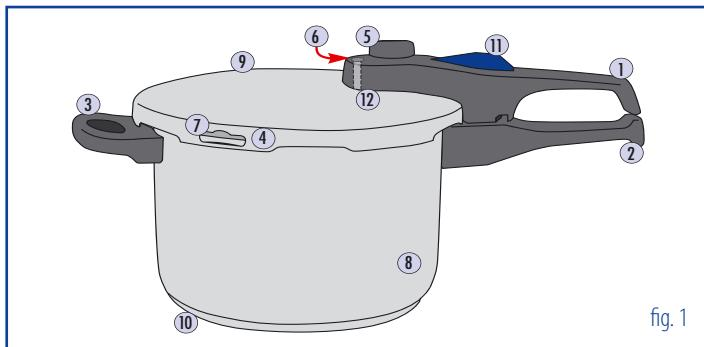
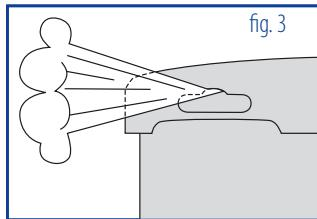

fig. 1
fig. 3
En cas d'augmentation excessive de la pression, le joint en caoutchouc est pressé vers l'extérieur et la vapeur s'échappe par une encoche (fig. 1: ⑦) et la pression peut redescendre (voir fig. 3).